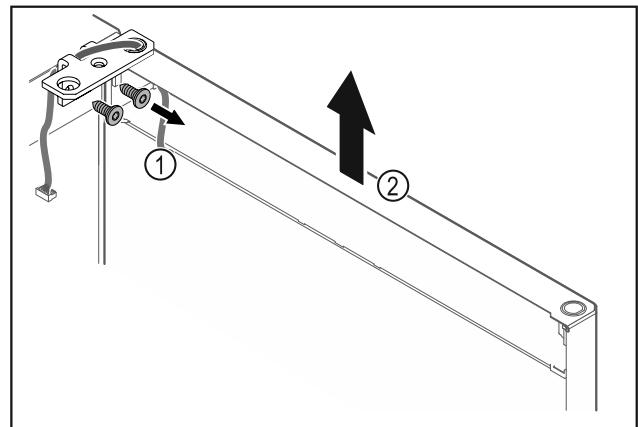

Fig. 17
- Lironi vidat e profilin të menteshës Fig. 17 (1).
- Ngrini drejt lart derën së bashku me profilin e menteshës Fig. 17 (2) rreth 200 mm dhe hiqeni.